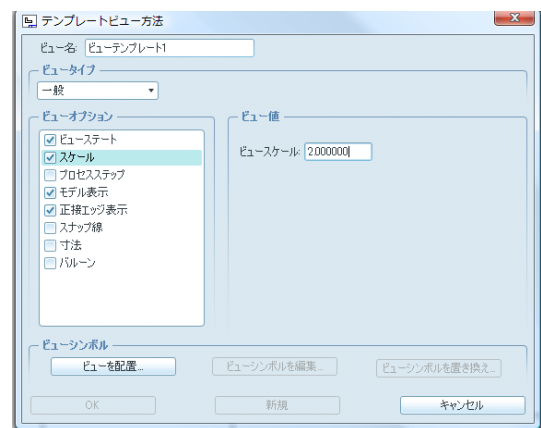

図 10-48 スケール変更
- ・「スケール表示」⇒ビュースケールに「2」(図 10-48)。